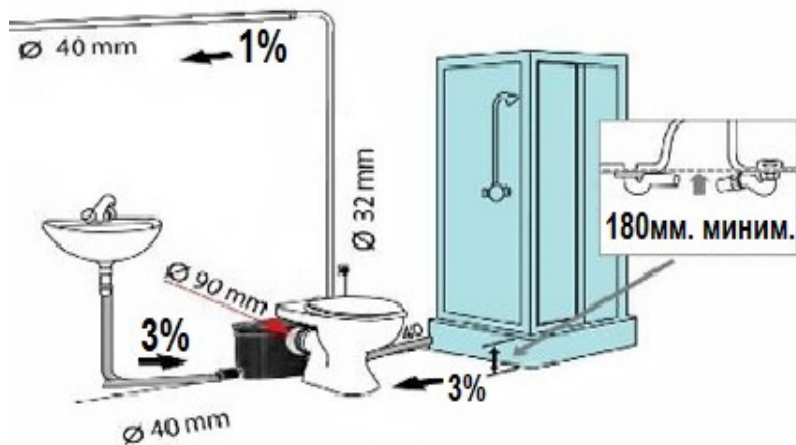

Рисунок 2
- При подключении выходного трубопровода, обращайте внимание, чтобы предельные значения указанные на рис. 2 по высоте и горизонтали не превышались.